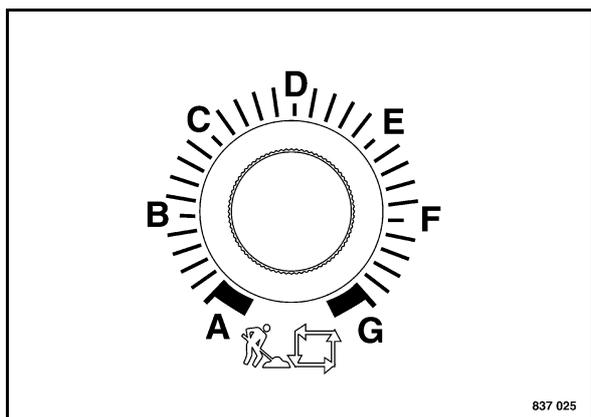

Fig. 74
- Regolare la velocità di lavoro con il potenziometro (Fig. 74).
La macchina marcia alla velocità impostata sul potenziometro (Fig. 74).